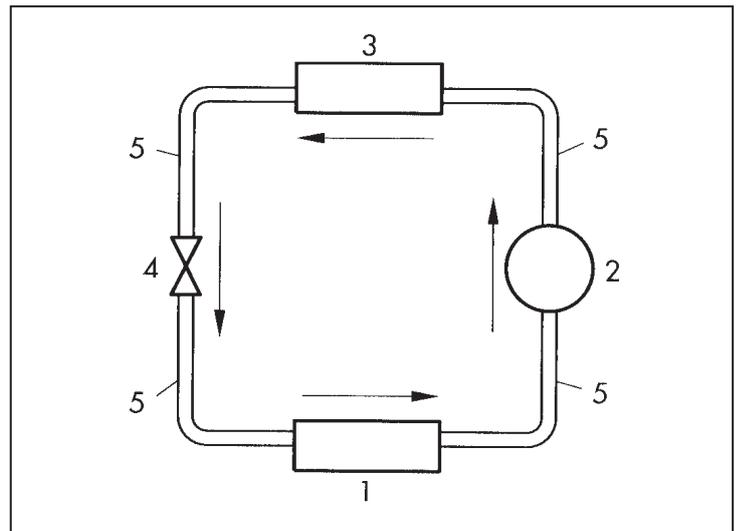
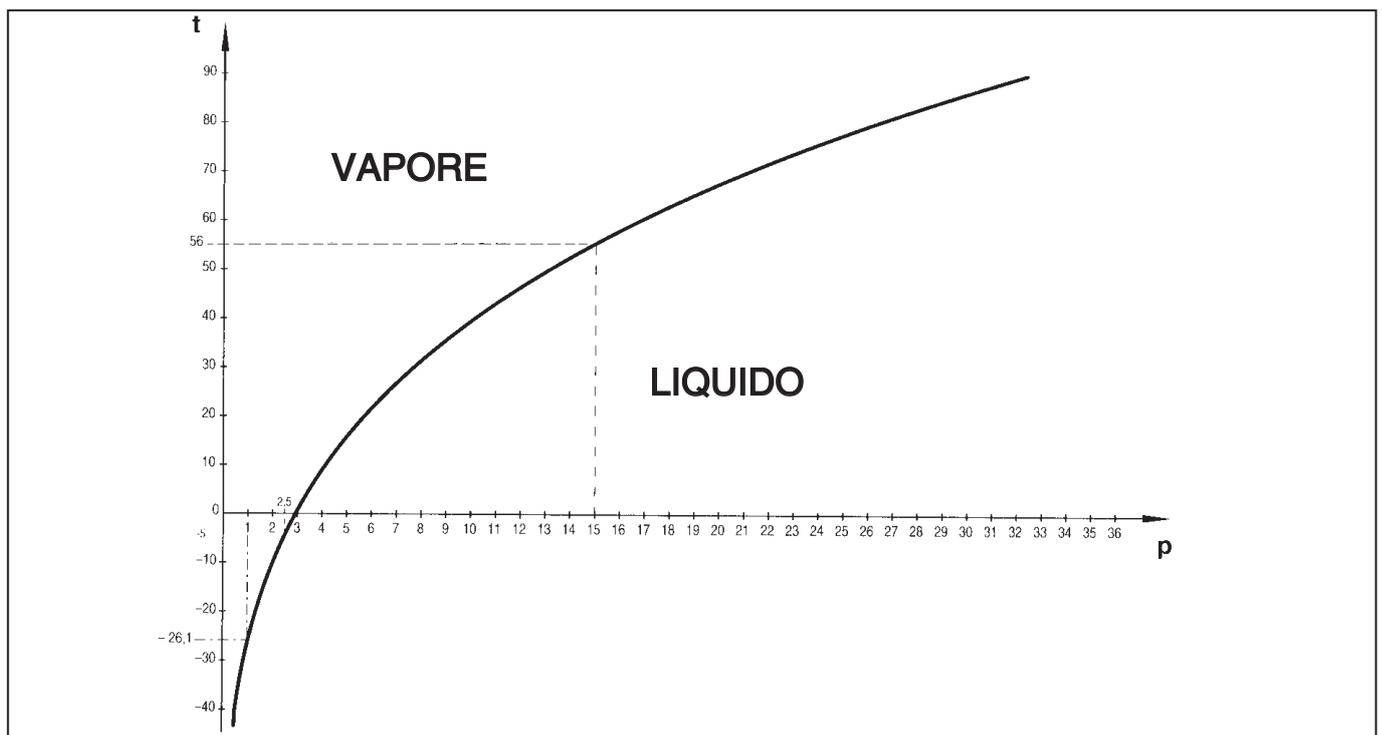

Abb. 11.20
Abb. 11.21
In der extrem schematisierten Darstellung in Abb. 11.20 besteht die Anlage aus einem Regelkreis, der aus der Verkettung von vier Komponenten gebildet ist: Verdampfer (1), Kompressor (2), Verflüssiger (3), Expansionsventil (4), die unverzichtbar für die Herstellung des Kältekreislaufs und in ihrer funktionalen Abfolge angeordnet sind. Dazu gesellt sich die Rohrleitung (5), um diese zu verbinden.
Dank der im vorherigen Kapitel erläuterten Grundbegriffe der Physik kann jede Phase des Zyklus erklärt und gerechtfertigt werden. Der Einfachheit halber nehmen wir auf ein weiteres vereinfachtes Diagramm des Kreislaufs (Abb. 11.22) Bezug, das dem aus Abb. 11.20 ähnelt. Auch zum besseren Verständnis der genannten Druck- und Temperaturwerte führen wir nachfolgend (lediglich als Beispiel und mit umfassender Approximation) das Druck-Temperatur-Diagramm des Kältemittels R134a auf, das gegenwärtig in Klimaanlage für Fahrzeuge und Zugmaschinen für die Landwirtschaft zum Einsatz kommt (siehe Abb. 11.21).
Kehren wir nun wieder zur Untersuchung der Zyklusphasen zurück und nehmen wir als Ausgangspunkt Abschnitt A (Abb. 11.22) am Eingang des Verdampfers her. Der Verdampfer ist das Element, das dazu dient, dem Insassenraum Wärme zu entziehen. Deshalb ist er in diesem positioniert oder eng mit diesem verbunden. Damit er seine Aufgabe erfüllen kann, muss seine Temperatur niedriger als die der zu kühlenden Umgebung sein, sodass die Wärme spontan vom Insassenraum (höhere Temperatur) nach außen abgegeben werden kann. Gehen wir davon aus, dass das Kältemittel im Abschnitt A bei einem Druck von 2,5 bar und somit einer Temperatur von zirka -5 °C flüssig ist (Abb. 11.21).